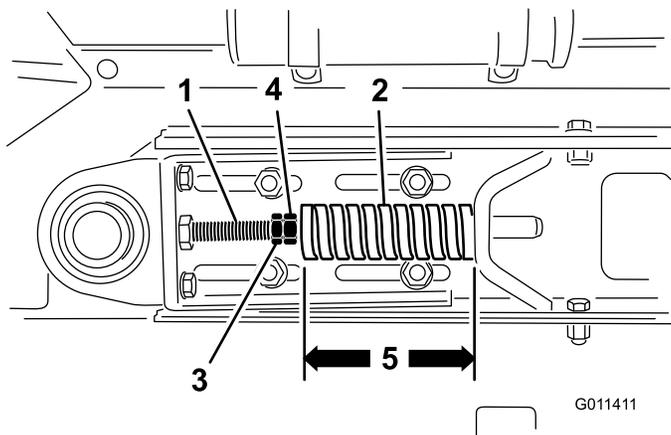

Bild 26
1. Lösen Sie die Klemmmuttern und stellen Sie die Spannstangenmutter (Bild 26) ein, um die gewünschte Spannung zu erhalten.